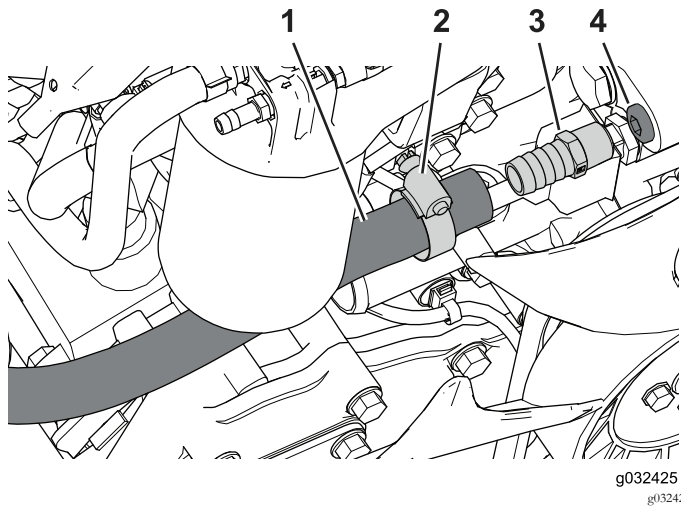

図 29
1. エンジンポートのプラグを外す 図 29。
2. ストレートフィッティングのねじ山にシーラントを巻き付ける最初のねじ山には巻かないこと 図 29。
5. ホースの端部にホースクランプを嵌める 図 29。
6. 図 29 のように、ストレートフィッティングにホースに接続し、クランプで固定する。